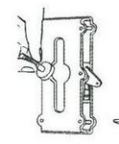

図9
- 3) テンショナ本体に、丸頭ボルトを図9のように組込んでから、アダプタを付けてナットを仮締めします。